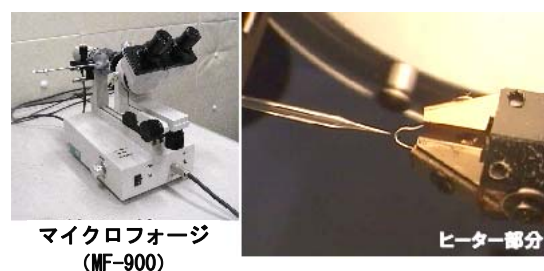

Fig. 2-2
- 2) マイクロフォージ: MF-900 (Fig. 2-2)